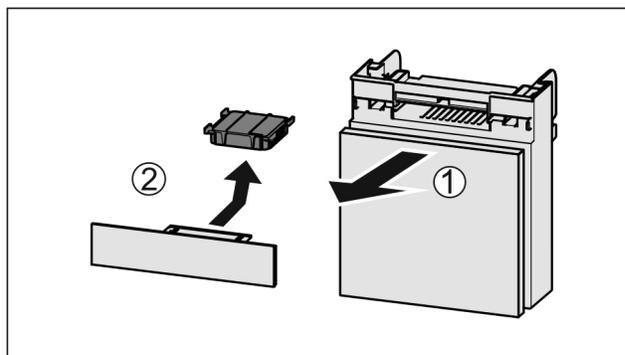

Fig. 121
- ▶ Extraire le compartiment par l'avant Fig. 121 (1).
- ▶ Sortir le filtre à charbon actif Fig. 121 (2).